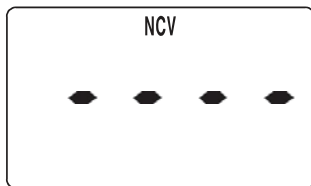

Abb. 4
2. Bringen Sie die Messzange oben, wo sich der NCV-Sensor befindet (siehe Abbildung 1), nahe an das zu prüfende Objekt. Wenn das Messgerät ein durch Wechselspannung erzeugtes elektrisches Feld erkennt, zeigt das Messgerät die Intensität des erkannten elektrischen Feldes an. Die Intensität des erkannten elektrischen Feldes wird durch die Anzahl der horizontalen Balkensegmente auf dem Display (siehe Abbildung 4), die Piepgeschwindigkeit des eingebauten Summers und die Blinkgeschwindigkeit der „NCV“ Anzeige angezeigt. Je höher die Intensität des erkannten elektrischen Feldes ist, desto größer ist die Anzahl der angezeigten horizontalen Balkensegmente und desto schneller ertönt der Summer und desto schneller blinkt die Anzeige „NCV“.